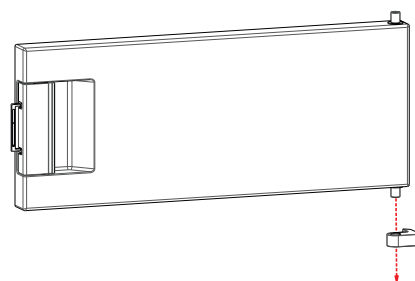

Fig. 6
- ▶ Retirez la charnière du compartiment du bas de la porte (fig. 6).